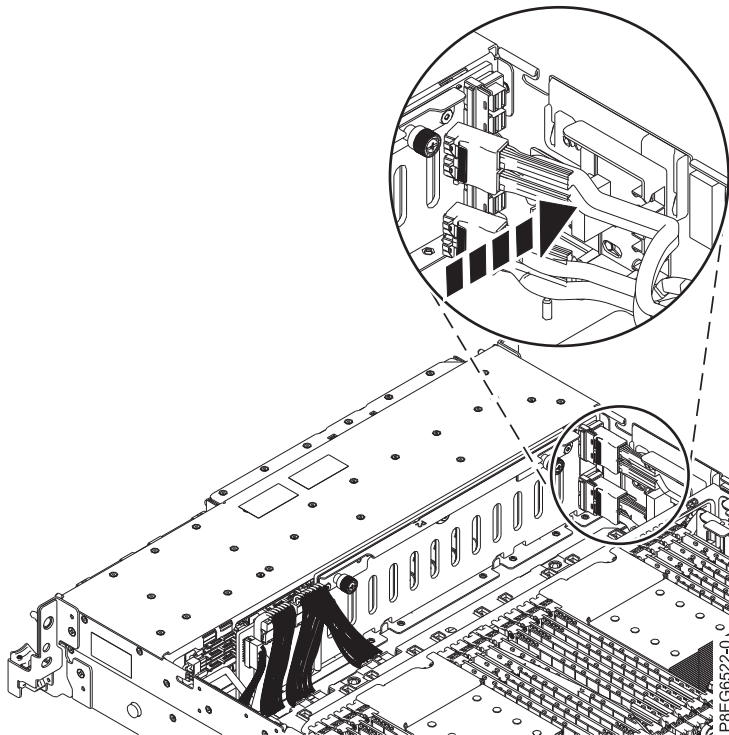

図 8. 前面 SAS ケーブルの再取り付け
6. 図 8 に示すように、前面 SAS ケーブルをシャーシの側面にあるガイド・ブロックに取り付け直します。